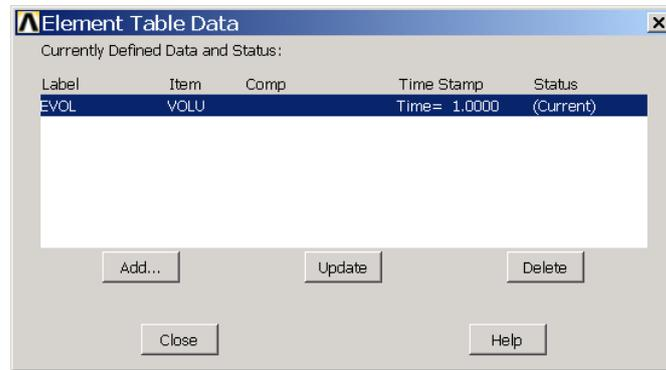

图12.31 定义单元表EVOL
(14) 单击 **Main Menu>Solution>Solve>Current LS** 菜单, 进行初次求解。求解完毕后, 将出现信息框告诉用户求解完毕。单击【Close】按钮关闭信息框。
(15) 下面提取参数结果。单击 **Main Menu>General Postproc>Element Table>Define Table** 菜单, 弹出【Element Table Data】对话框。单击【Add...】按钮弹出【Define Additional Element Table Items】对话框, 在【User label for item】文本框中输入【EVOL】, 在【Item,Comp Results data item】列表框的左侧选择【Geometry】, 右侧选择【Elem volume VOLU】, 然后单击【OK】按钮, 完成单击表 EVOL 的定义, 如图 12.31 所示。